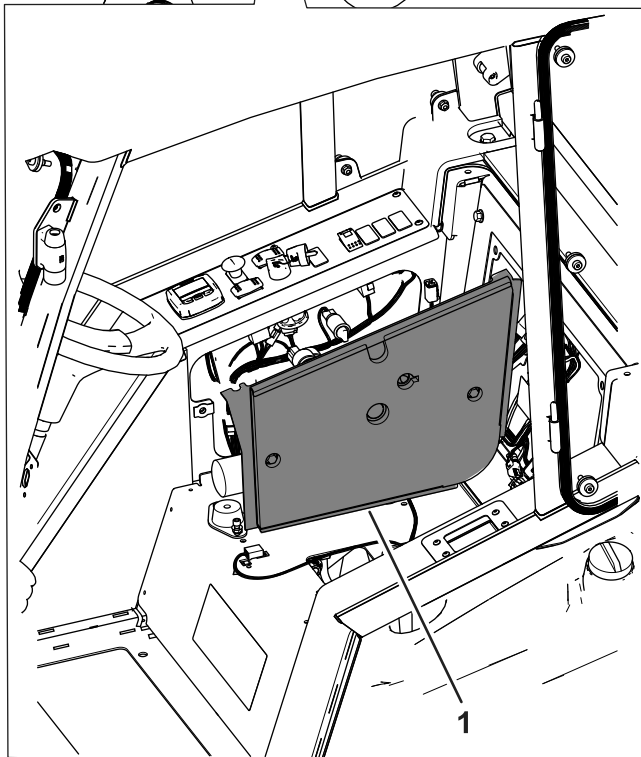
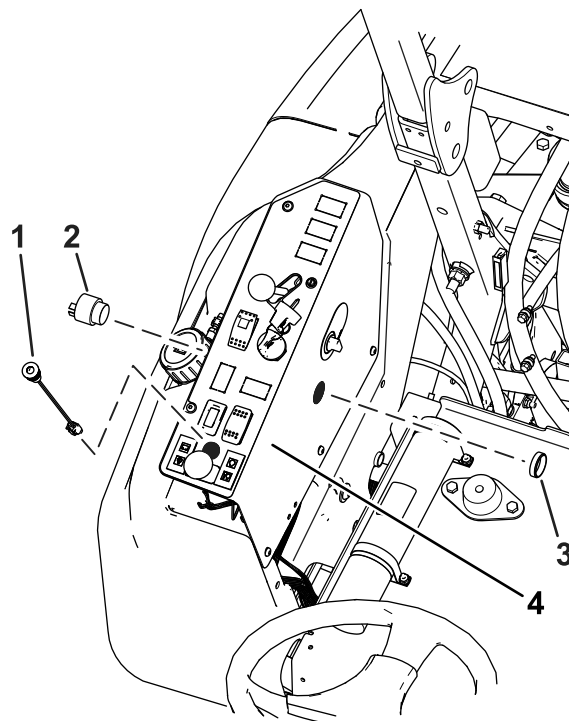

Bild 6
Bild 7
7. Entfernen Sie das Armaturenbrett von der Konsole oder lösen und heben Sie das Armaturenbrett an (Bild 6 oder Bild 7).
9. Installieren Sie den Signalgeber (Bild 7).
11. Befestigen Sie den Lampe von der Oberseite der Konsole (Bild 7).
6. Installieren Sie das Armaturenbrett an der Konsole für Maschinen mit einer Kabine oder installieren Sie das Armaturenbrett für Maschinen mit einem Überrollbügel (Bild 6 oder Bild 7).